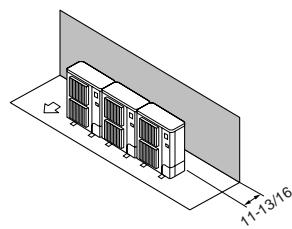

Fig. 2-8
① Obstáculos sólo en la parte trasera (Fig. 2-8)